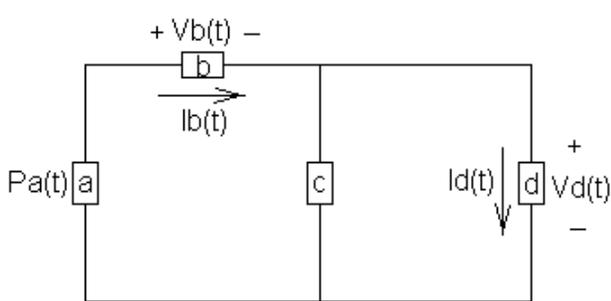

Figura 2. Circuito eléctrico
2. Considere el circuito eléctrico que se muestra en la Figura 2. A partir de la información que se presenta en las gráficas de potencia, tensión y corriente en los elementos "a", "b" y "d" (Figuras 3 a 7):